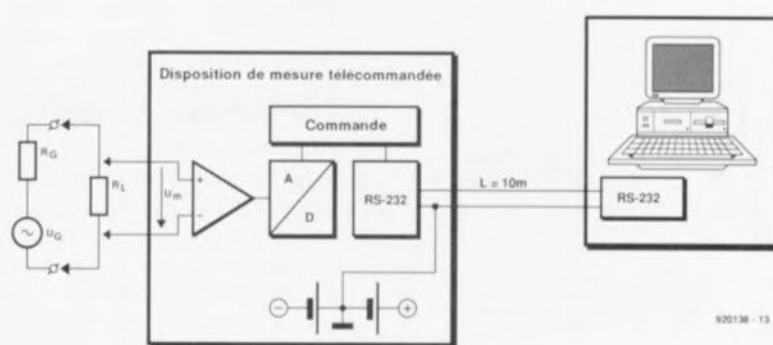

Figure 3. Disposition de mesure comportant un générateur doté d'une charge, un circuit de mesure et un PC télétraitant les résultats de mesure.
**Figure 3. Nous avons fait de notre mieux pour réaliser le filtre le plus simple possible. Une bonne répartition de la puissance exige cependant de faire appel à une séparation électrique de 12 dB/octave.**
La quasi-totalité des enthousiastes de la HiFi de fabrication personnelle n'aura pas la moindre difficulté à réaliser le filtre tel que représenté en figure 3.
La **figure 3** montre comment peut naître une source de parasites en mode commun ayant des effets sensibles. On procède ici à la mesure, à l'aide d'un système d'acquisition de données télécommandé, de la tension régnant aux bornes de  $R_L$ . Il naît, si tant est que le système se trouve dans le champ de rayonnement d'un émetteur – ce qui est pratiquement tou-